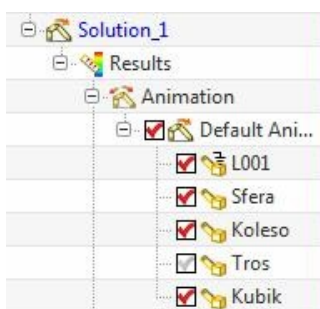

Рис.106
- Кстати, чтобы во время анимации не видеть “падающий” трос, научитесь выключать видимость ненужных компонентов в разделе *Solution* (рис.106).